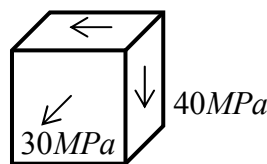

图 8
8. 某点的应力状态如图 8 所示,则该点的主应力 $\sigma_1 = 40MPa$, $\sigma_2 = 30MPa$, $\sigma_3 = -40MPa$, 最大剪应力 $\tau_{max} = 40MPa$ 。(2016)